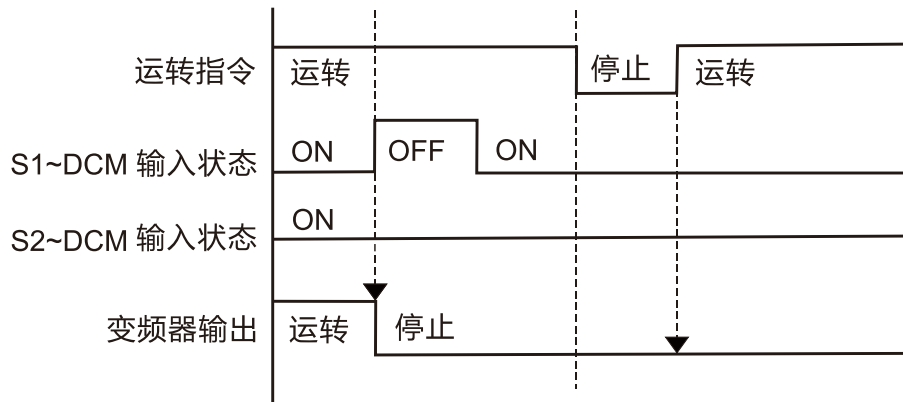

图 17-8
当 S1~DCM 运转时 OFF (要求有安全功能) 及 S2~DCM 为 ON (不要求有安全功能), 变频器会停止输出且面板会跳 STL1 异常。即使 S1 状态回复 (ON) 后, 无论参数如何设定, STL1 异常皆无法重置, 如下图 17-8。需进行整机断电后再上电之方式重置, 才能恢复正常待机状态。